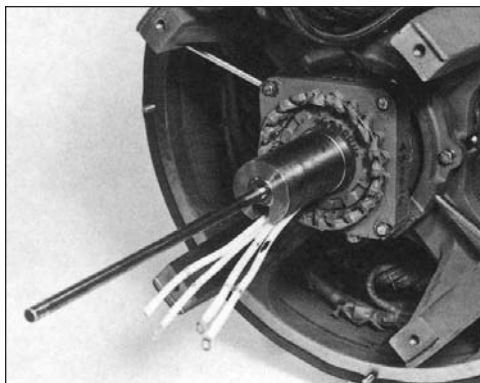

Figura 6-70
1. Sujete un alambre a los cables del rotor principal y pase el alambre a través del orificio de la armadura y fuera del agujero del cable en el punto muerto de la placa de aluminio. En los excitadores grandes, sería de mucha ayuda instalar un pasador guía en la parte final del eje para soportar la armadura mientras pasan a través los cables del rotor (figura 6-70). Alinee la llave en el orificio de la armadura a la bocallave en el eje. Deslice la armadura en el eje mientras pasa los cables del rotor principal a través del agujero de cables en el punto muerto de la placa de aluminio.